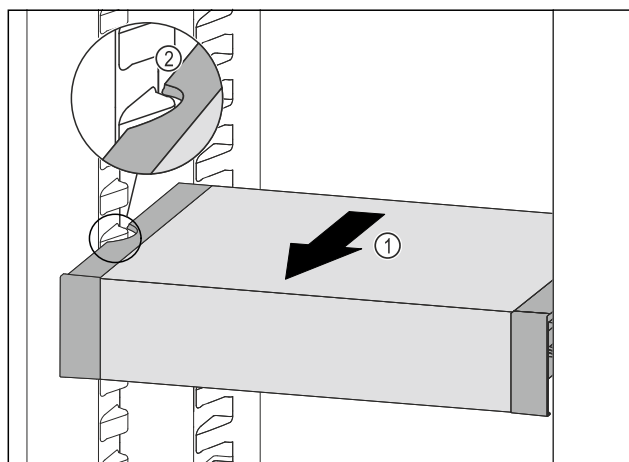

Fig. 176
- VarioSafe pociągnąć w przód Fig. 176 (1), aż boczne wycięcia szuflady VarioSafe będą się znajdować na wysokości żebrowania pojemnika w chłodziarni. Fig. 176 (2)